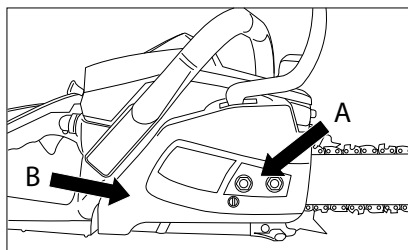

Fig. 5
3. Desurubați ambele piulite (A), care fixează sîna și capacul de protecție. Scoateți capacul de protecție împreună cu ecranul franei de lanț (B) (Fig. 5).